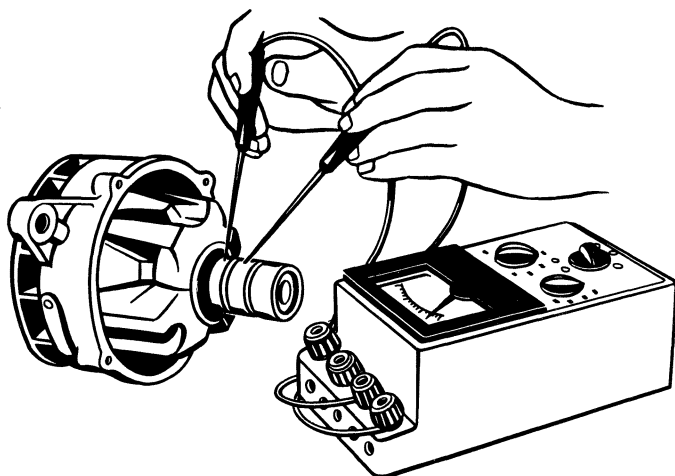
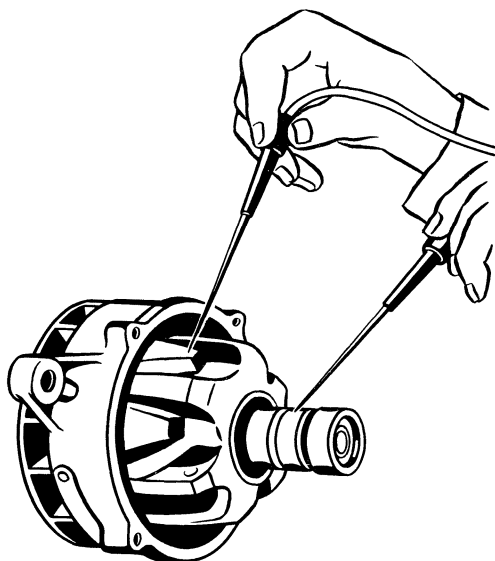

Рис. 198. Проверка сопротивления обмотки возбуждения ротора
Рис. 199. Проверка ротора на отсутствие замыкания обмотки на корпус
**Ротор.** Необходимо проверить с помощью омметра (рис. 198) сопротивление обмотки возбуждения, которое должно быть 2,4—2,6 Ом при температуре 25 °С, а также на отсутствие замыканий обмотки на корпус (рис. 199). При наличии повреждений ротор подлежит замене.